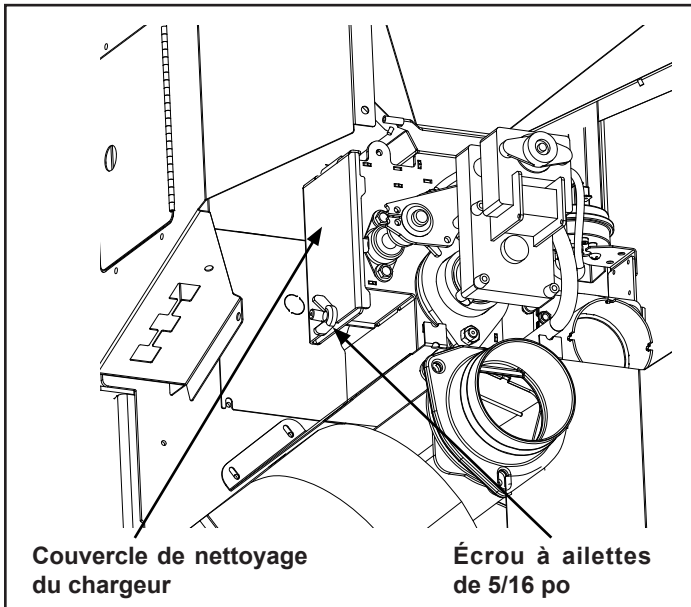

Figure 5.8
- Desserrez l'écrou à ailettes de 5/16 po (figure 5.8).